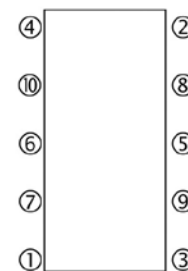

Fig. 11
- Die Spannstangen gründlich säubern und fetten, einsetzen und die Muttern gleichmäßig kreuzweise anziehen (in umgekehrter Ausbaureihenfolge, siehe Abb. 11), bis der richtige Abstand zwischen den Platten vorliegt. Vergewissern Sie sich, dass der Abstand rund um die Platten gleich ist.